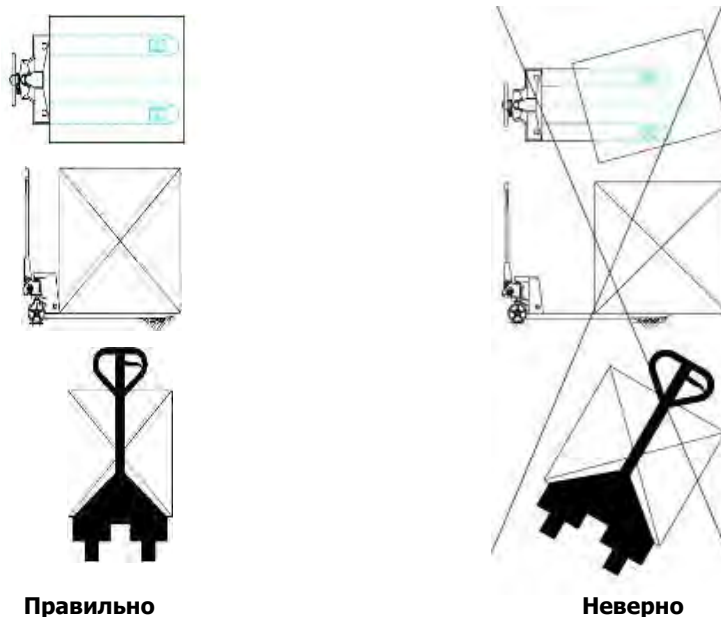

Рисунок 4.
- Перед использованием необходимо проверить колеса (219, 222, 225, 311), комплектность ручки, каркас рычага (204), корпус тележки, pedalное управление (327)
- Уделяйте внимание центру тяжести во избежание смещения и наклона (см. рисунок 4).